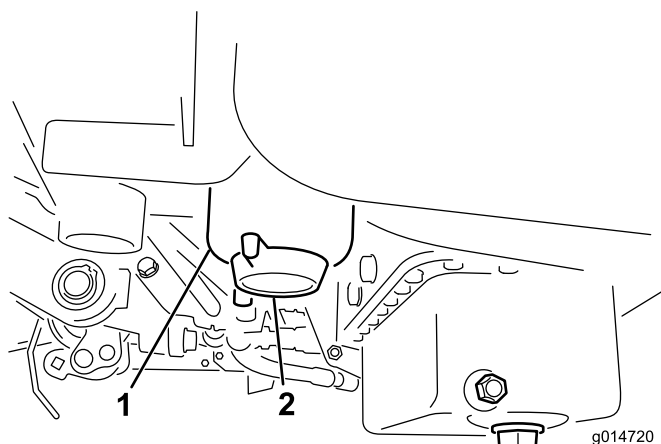

Figura 46
2. Limpie la zona de montaje del cartucho del filtro (Figura 46).
4. Abra el tapón de vaciado del filtro (Figura 46).